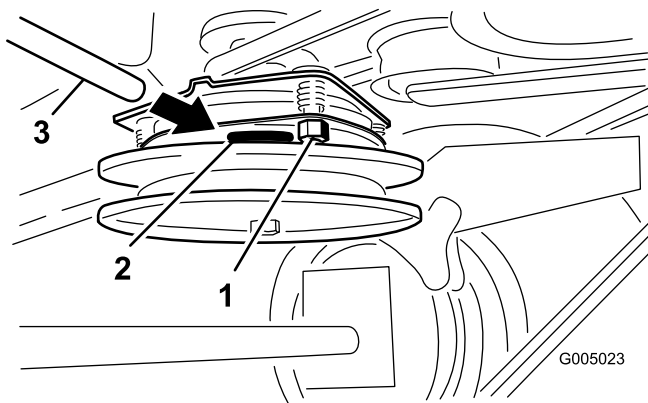

Figura 58
2. Apriete las contratuercas hasta fijar ligeramente la galga pero dejando que ésta se pueda mover con facilidad en la separación (Figura 58).